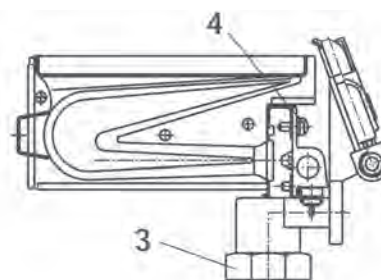

рис.6
6. Открутите накладную гайку 3 и винты 4 (рис. 6), снимите основную горелку.